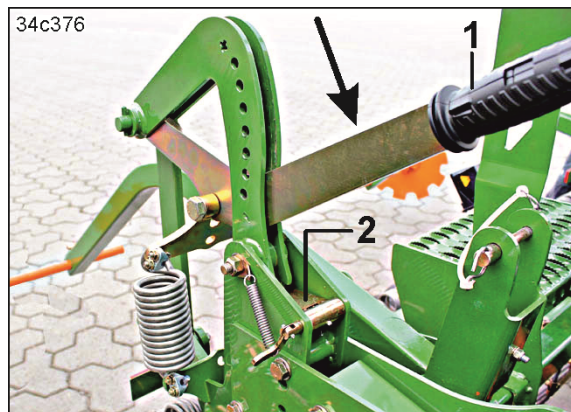

Fig. 203
4. Den Hebel (Fig. 203/1) bis zum Einrasten des Klemmblechs (Fig. 203/2) in Pfeilrichtung drücken.